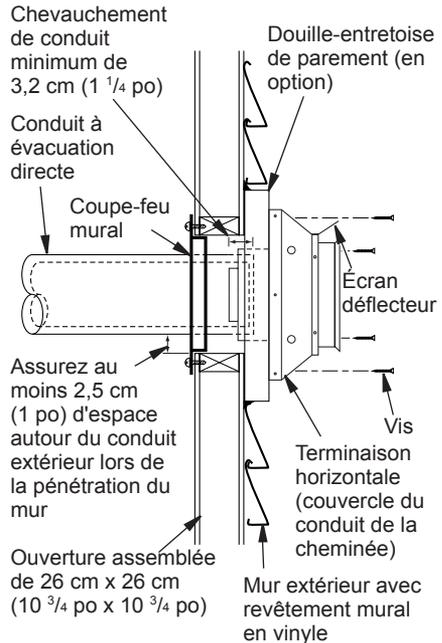

Figure 7 - Terminaison de ventilation (horizontale)
4. Laissez sortir le conduit de 2,5 cm (1 po) de la paroi interne, selon l'épaisseur de la paroi. Voir figure 7.
5. **Pour une installation horizontale**, une douille-entretoise de parement en option peut être installée entre le couvercle du conduit de la cheminée et le mur extérieur. Fixez le couvercle du conduit de la cheminée horizontal à la douille-entretoise. Fixez l'ensemble de la douille-entretoise et du couvercle de conduit de la cheminée au mur (voir figure 7). Ne calfeutrez pas la terminaison au conduit de ventilation. La terminaison de la bouche d'aération doit être démontable pour effectuer une inspection d'entretien du conduit.